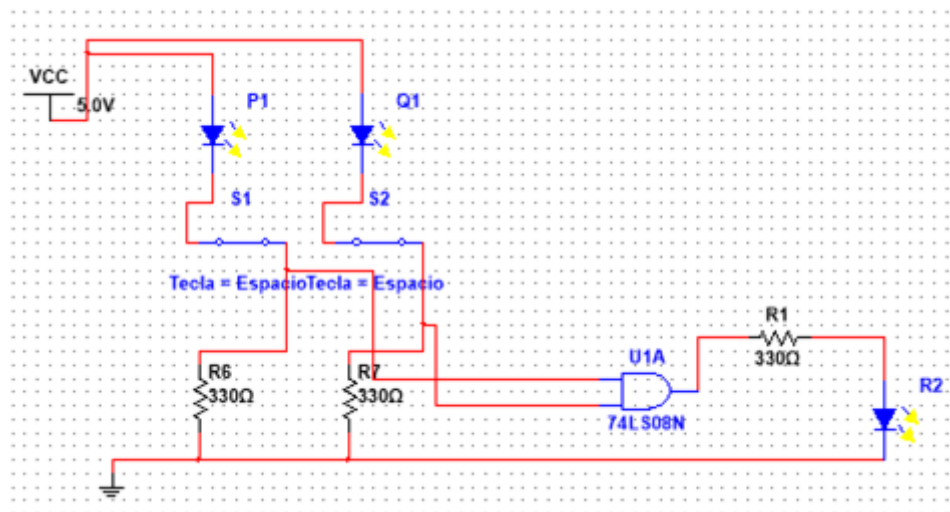

Figura 1.1 Diagrama eléctrico para la compuerta AND.
2.- Con el uso de un simulador propuesto por el profesor el alumno simula los ejemplos de la figura 1.1, 1.3 1.5 y analizara el funcionamiento de las compuertas básicas propuestas en el desarrollo de la práctica 1, mostrar al profesor para su revisión.